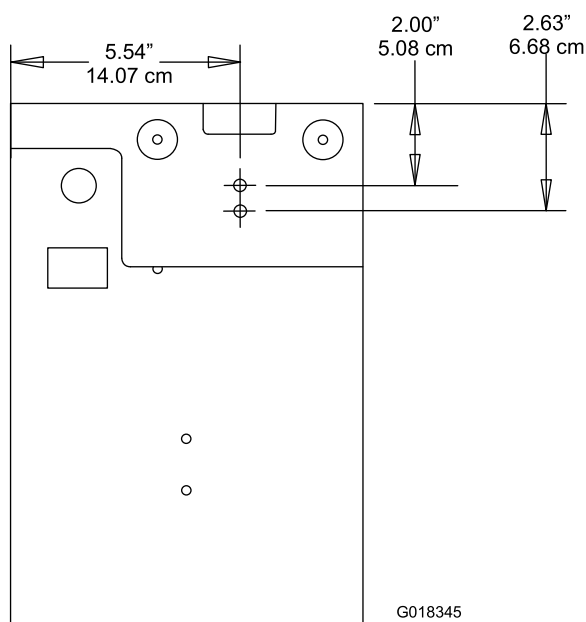

Figura 4
8. Usando las dimensiones indicadas en Figura 4, localice, marque y perfore 2 taladros de 0,713 cm (0,281 pulgadas) de diámetro en el bastidor (Figura 4).